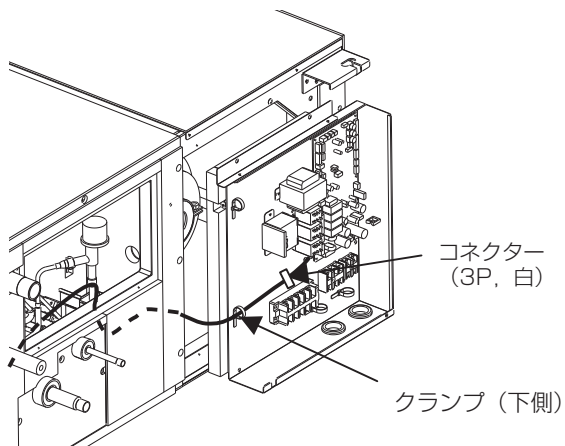

図6
7. 図6. で示すように、ドレンポンプの配線を制御箱のクランプで固定します。